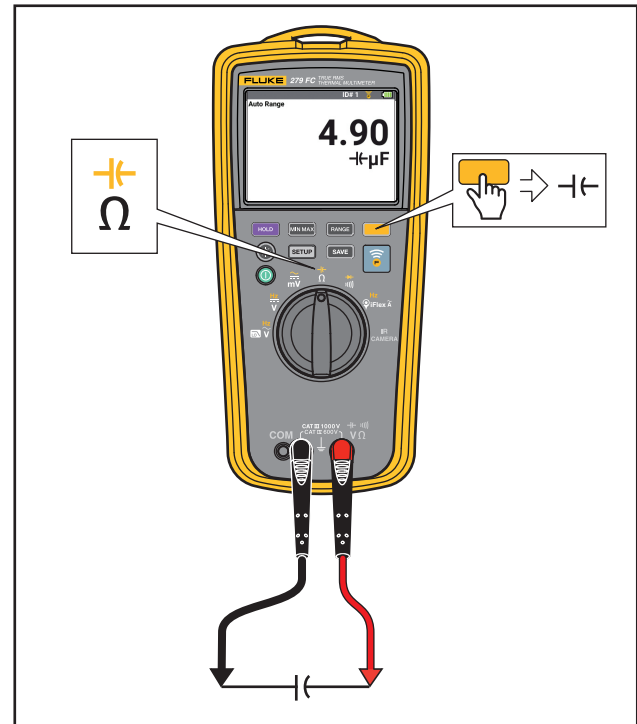

Bild 8. Kapacitansmätningar
- Kapacitansmätningar. Se bild 8.
Multimetern gör en mätning av kapacitans genom att ladda en kondensator med en känd aktuell ström, mäta den spänning som uppstår och sedan beräkna kapacitansen. Se bild 8.